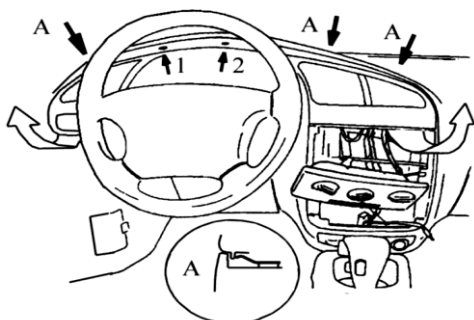

Рис. 5
- 8) Открутите шурупы над приборной панелью, смотрите рис. 5. Снять декоративную панель торпеды, аккуратно приподнимая нижнюю часть, чтобы не загнуть скобы, и опуская вниз вытяните на себя. Отсоедините все разъёмы.